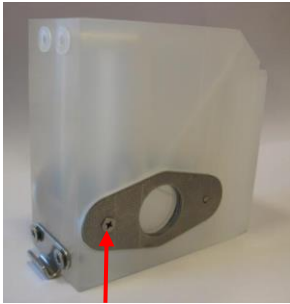

Abbildung 32
5. Lösen Sie die beiden Sichtscheibenhalter (siehe Abbildung 32).
11. Befestigen Sie die Sichtscheiben mit den Sichtscheibenhaltern (siehe Abbildung 32).